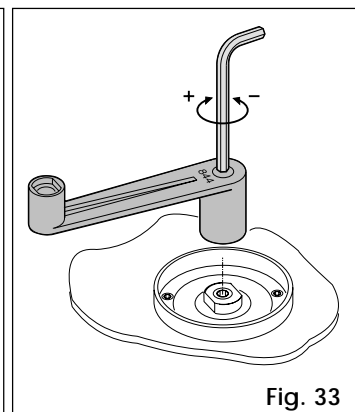

Fig. 33
- 3) Mantener bloqueado el eje motor mediante la palanca de serie y regular el tornillo del embrague de la manera ilustrada en la Fig. 33.